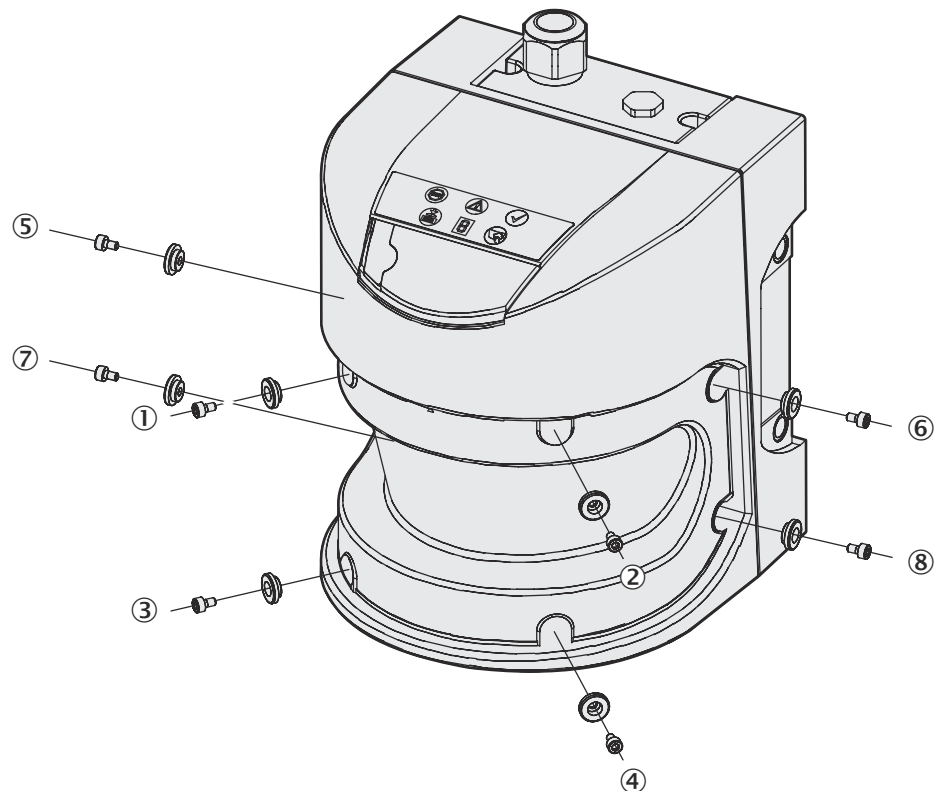

Abbildung 85: Befestigungsschrauben der Frontscheibe lösen
15. Die Frontscheibe auf die Gummidichtung legen und die neuen Befestigungsschrauben ① bis ④ mit Abstandshülsen ansetzen (siehe Abbildung 85).
16. Die Frontscheibe von vorne auf die Frontscheibe pressen. Dabei die vorderen Schrauben ① bis ④ mit dem eingestellten Anzugsdrehmoment anziehen.
17. Danach auch die restlichen Schrauben ⑤ bis ⑧ mit Abstandshülsen ansetzen (siehe Abbildung 85) und diese mit dem Drehmomentschlüssel anziehen.